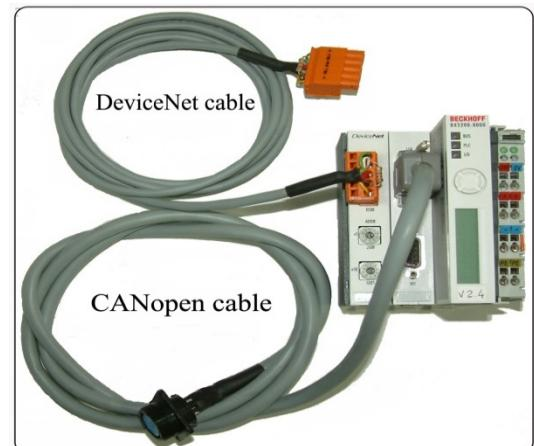

fig. 2.4
2.4 Composición art. 210.00 (fig. 2.4).